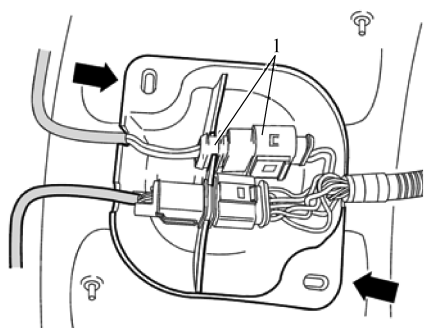

图 6-7 脱开前氧传感器插头
⑥ 将三元催化转化器的排气前管拆下。
2) 旋出支架螺母，如图 6-7 箭头所示。